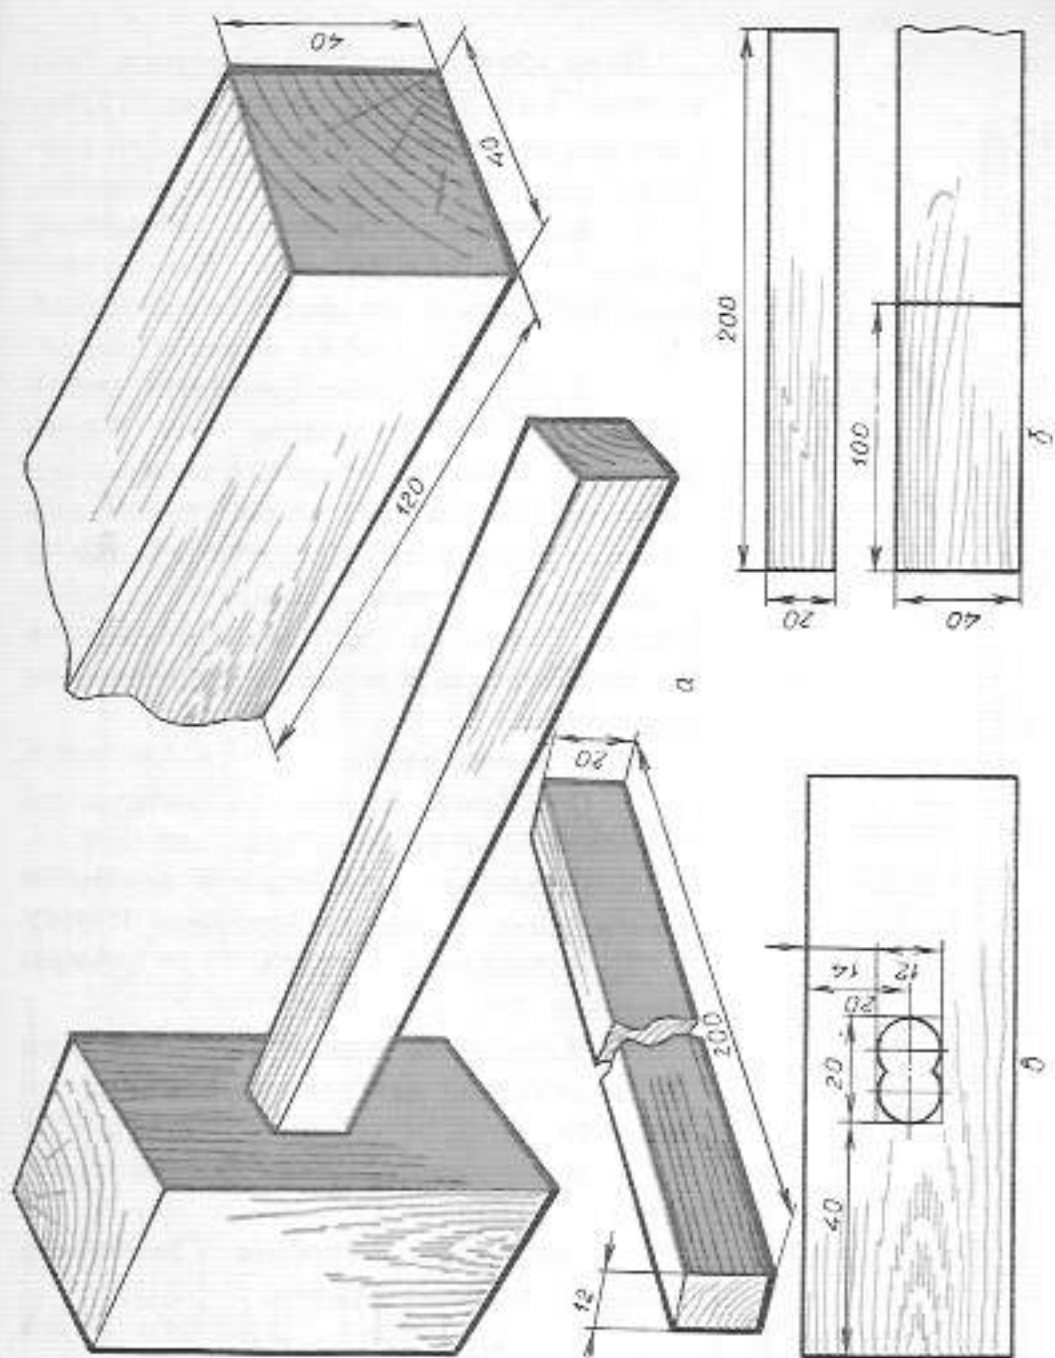

Рисунок 107. Молоток деревянный:
Молоток деревянный (рисунок 107) служит для забивания деревянных палочек в землю. Изготавливается из древесины.
1. Подобрать заготовки нужного размера (рисунок 107, а).
2. Разметить и отпилить заготовки по длине в стусле (рисунок 107, б).
3. Разметить и просверлить два отверстия (рисунок 107, в).
5. Изготовить деревянный молоток (рисунок 107).